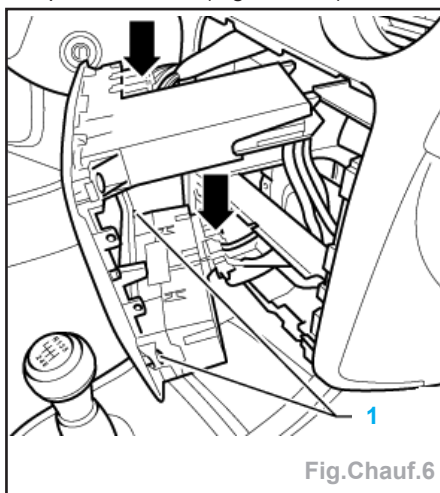

Fig.Chauf.6
- Retirer les connexions (flèches) de l'appareil de commande et d'affichage ainsi que les connexions des interrupteurs supérieurs (Fig.Chauf.6).